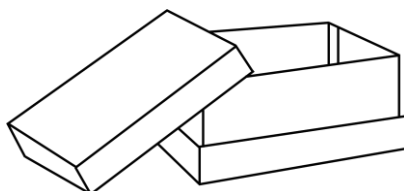

Abbildung 5: Schematische Darstellung FEFCO Typ 0310
- FEFCO-Typ 0310 (siehe Abbildung 5)